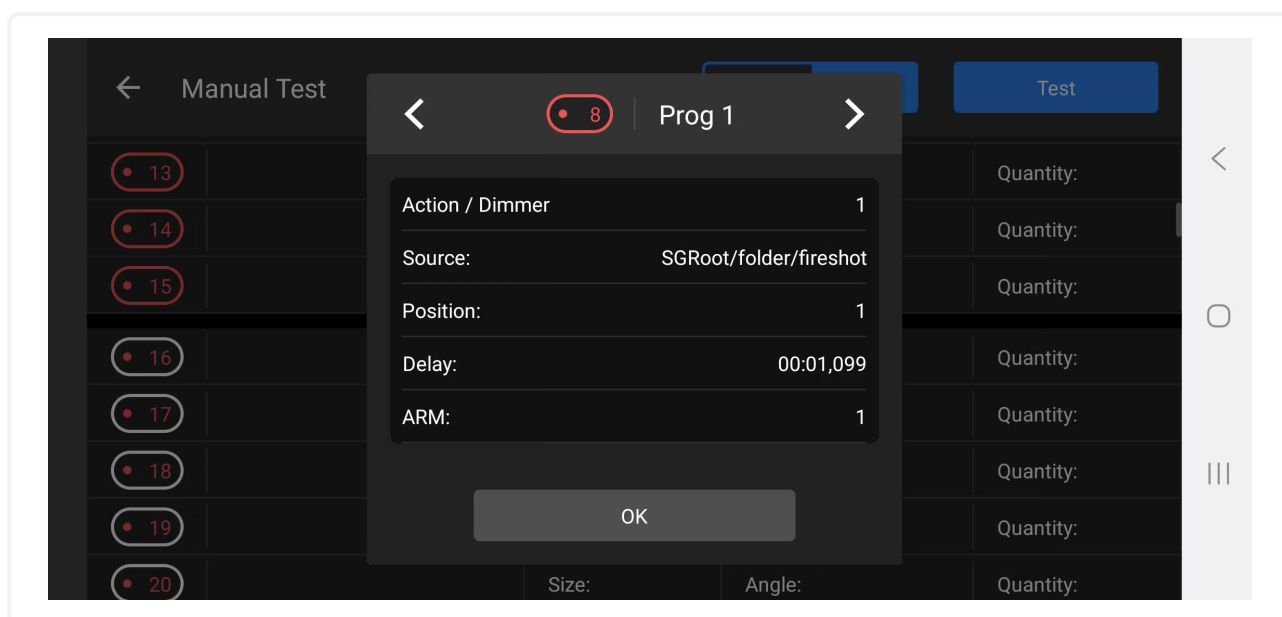

Рис. 54: Экран просмотра программ на выбранной точке
5. Просмотреть загруженную программу в данной точке рис. 54 на следующей странице
Если на выбранной точке отсутствует программа, то в окошке просмотра точки рис. 54 ничего не отобразится.